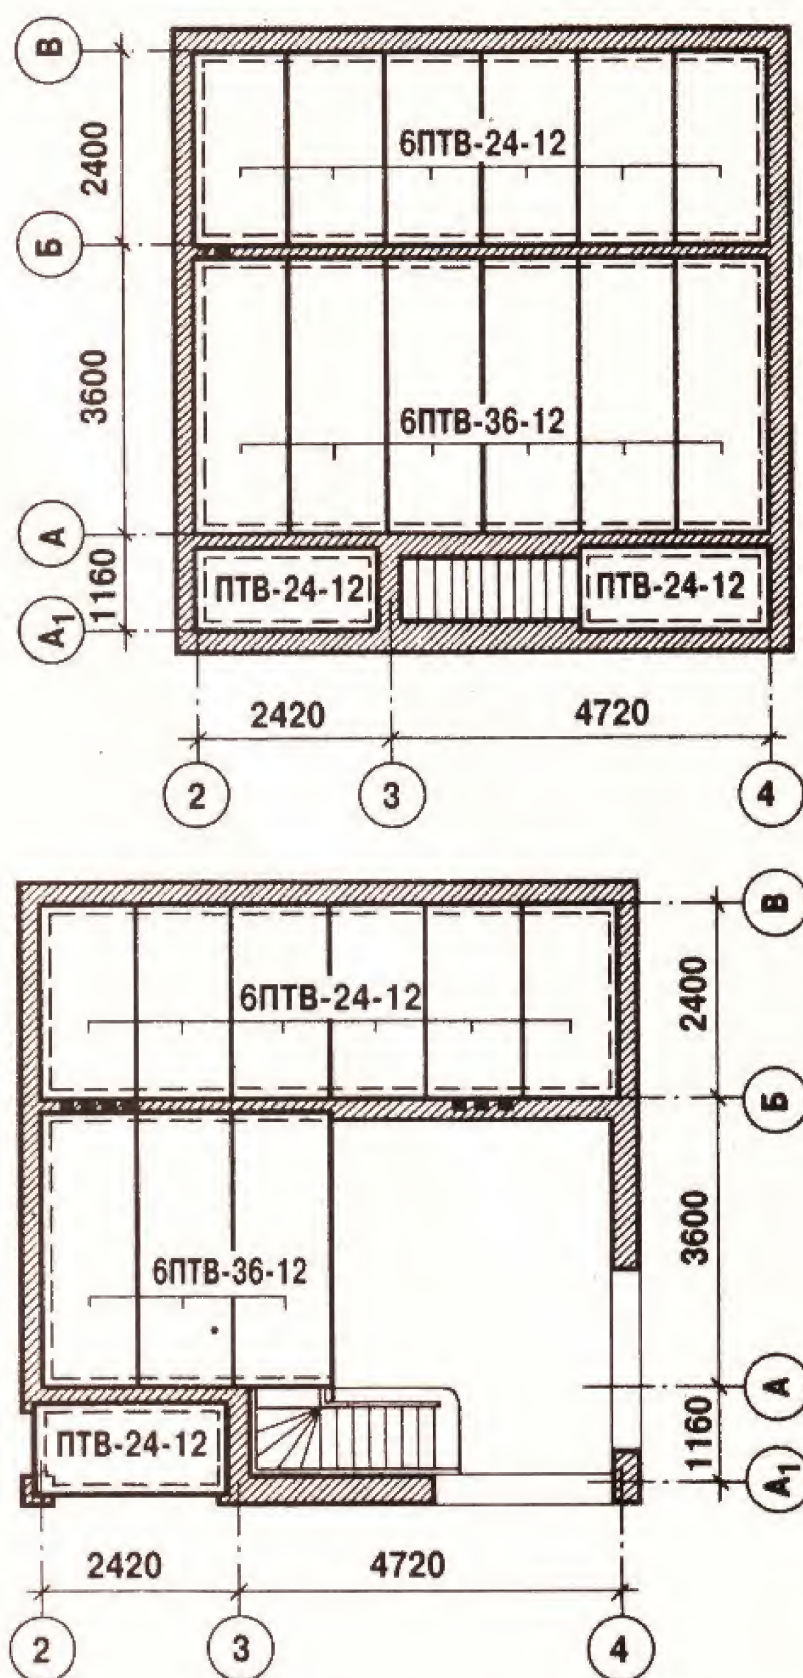

Рис. 4. Перекриття підвалу
**Перекриття.** Перекриття підвалу і першого поверху (рис. 4) - залізобетонні пустотні плити. Перекриття мансарди - дощате по дерев'яних балках. Утеплення - мінеральною ватою, обгорнутою пергаментом. Знизу стелю підшивають струганою шпунтованою дошкою. Якщо її покриватимуть прозорим лаком, цвяхи, що кріплять дошки до балки, забивають у шпунт. Зверху по балках влаштовують накат з необрізних дощок товщиною 25 мм.